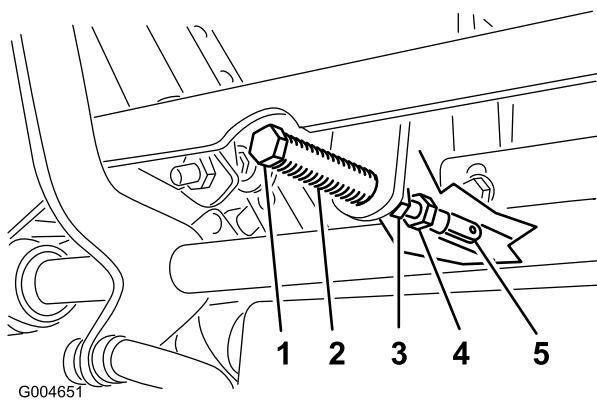

Figura 82
- Tire hacia atrás de la palanca hasta que el pasador (en el brazo situado encima del eje pivotante) entre en contacto con el extremo de la ranura (empezando justo a tensar el resorte) (Figura 82).
- Si es necesario un ajuste, afloje la tuerca y la contratuerca contra la horquilla (Figura 82).
- Aplique una ligera presión hacia atrás en la palanca de control de movimiento, y gire la cabeza del perno de ajuste en el sentido apropiado hasta que la palanca de control esté centrada en posición de bloqueo/punto muerto (Figura 82).
- Apriete la tuerca y la contratuerca (Figura 82).
- Apriete las contratuercas de las articulaciones esféricas (Figura 82).